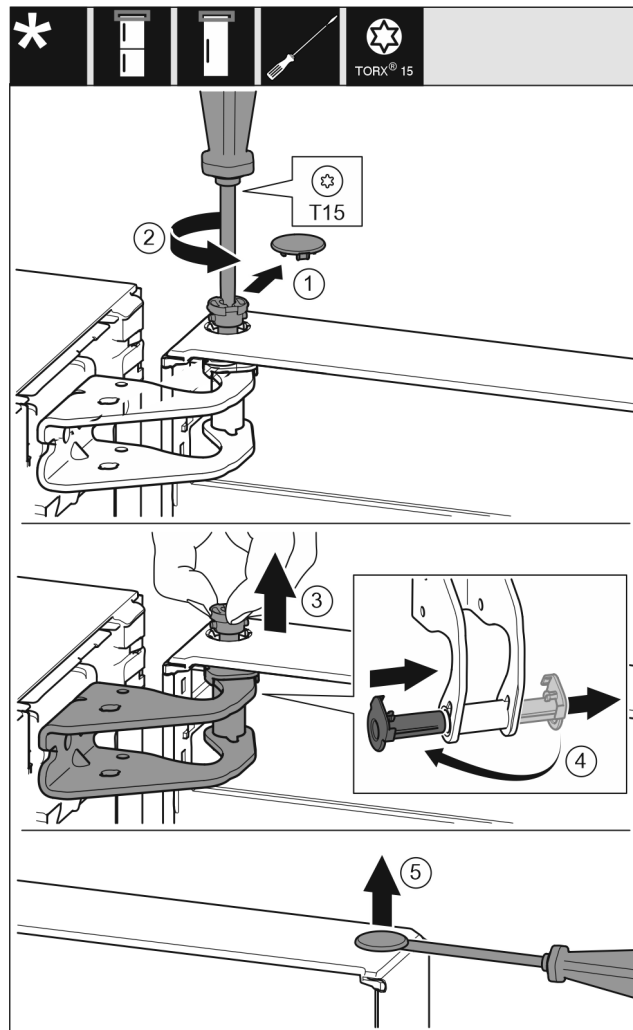

Fig. 10
- ▶ Осторожно снимите предохранительную крышку. Fig. 10 (1)
- ▶ Немного выкрутите палец отверткой T15. Fig. 10 (2)
- ▶ Удерживая дверь, извлеките палец вручную. Fig. 10 (3)
- ▶ Опорную втулку вытяните из направляющей. Установите и зафиксируйте с другой стороны. Fig. 10 (4)
- ▶ Осторожно приподнимите и извлеките при помощи шлицевой отвертки заглушку из опорной втулки двери. Fig. 10 (5)